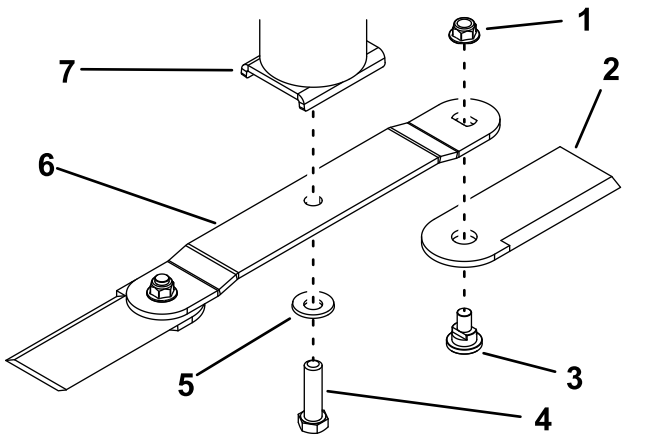

Figura 36
2. Rimuovete il bullone della lama, la rondella concava e la lama dal relativo supporto sulla parte inferiore del gruppo della coppa del fusello (Figura 36).
Se la lama non è bilanciata, limate via del metallo solo dalla parte posteriore della lama (lato opposto al tagliante) (Figura 36).
1. Attaccate la lama al gruppo della coppa del fusello utilizzando il bullone della lama e la rondella concava (Figura 36).
3. Per installare solo le lame trincianti, fissate le trince all'estremità della lama utilizzando il bullone della trincia e un nuovo dado per ciascuna trincia (Figura 36). Serrate il dado a 103–127 N·m.